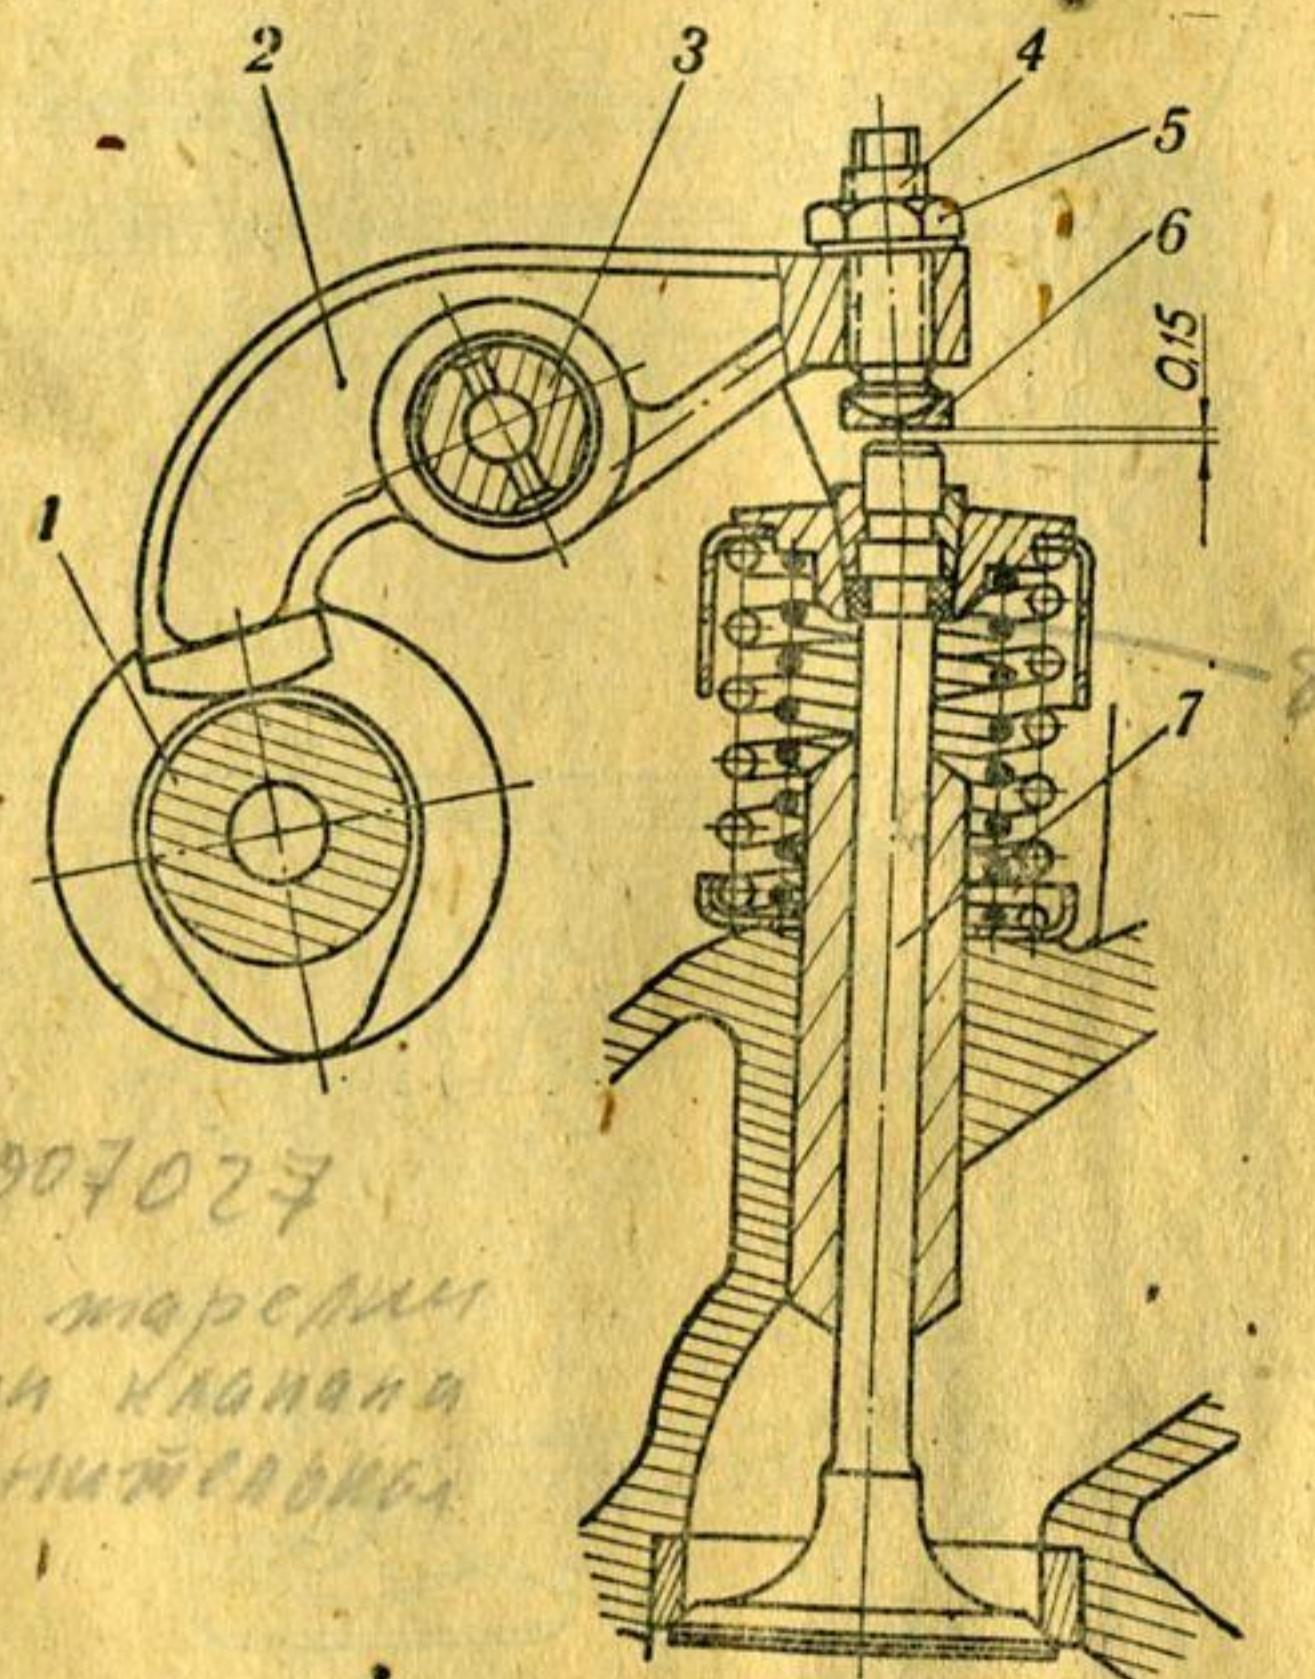

Рис. 28. Регулировка зазора между торцами наконечника и стержня клапана:
При обнаружении повышенных стуков клапанов проверяют и регулируют тепловые зазоры между торцами наконечников 6 (рис. 28) и стержней клапанов.
4. Регулируют зазоры между торцами наконечников 6 (рис. 28) и стержней клапанов. Для этого гаечным ключом (14 мм) отпускают контргайку 5 и вращают головку нажимного болта 4 специальным торцевым ключом до получения требуемого зазора (0,15 мм для впускного и выпускного клапанов).